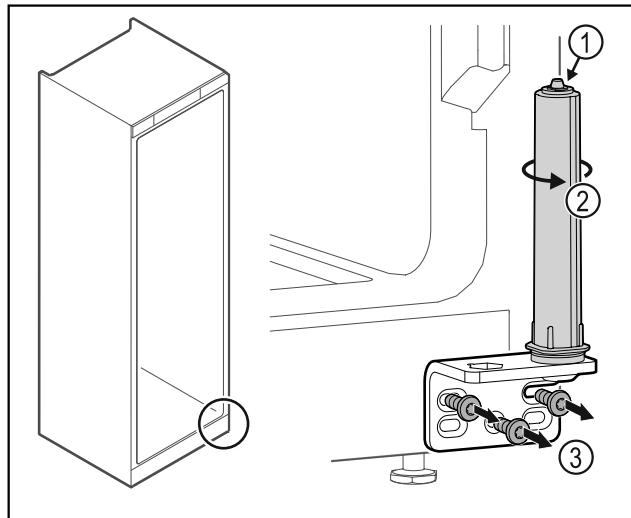

Fig. 35
- ▶ Nerozoberajte systém zatvárania dverí Fig. 35 (1).
- ▶ Otáčajte systém zatvárania Fig. 35 (2), kým nezacvakne.
- ▶ Odskrutujte uholník závesu Fig. 35 (3).